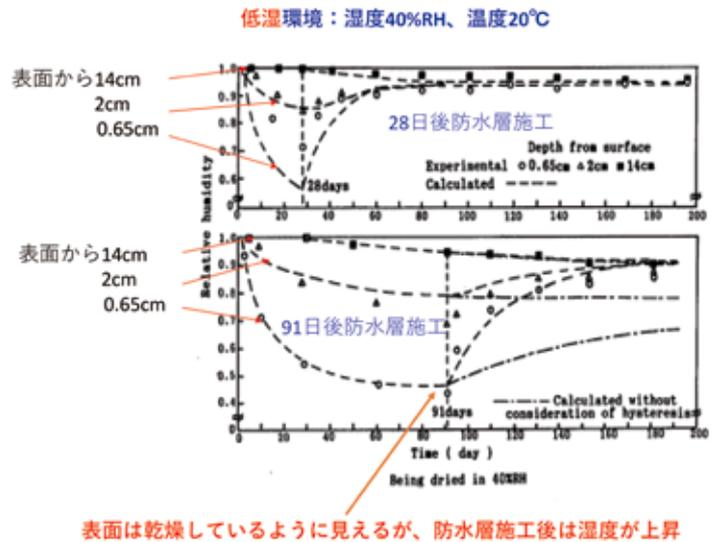

図2 防水層施工前後のコンクリートの乾燥状態（低湿環境）
- ・ 下地の水分（防水層の膨れの原因）。コンクリートは表面が乾いていても内部は湿潤状態が続く。（図2）